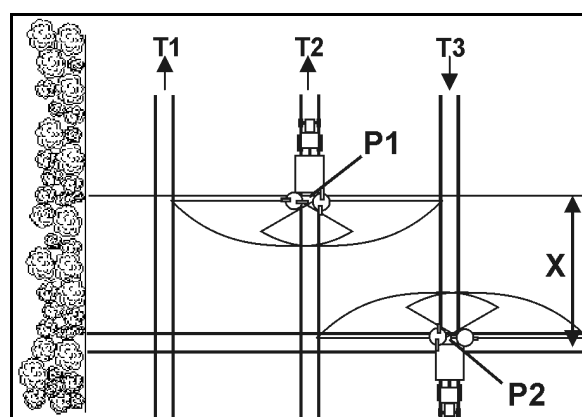

Рис. 71
- Откройте запорную заслонку при въезде на технологическую колею в точке Р1 (Рис. 71), если распределяющий диск при прохождении участка Х технологической колеи разворотной полосы был удалён.
- Закройте заслонку перед выездом с технологической колеи в точке Р2 (Рис. 71), если распределяющие диски находятся на уровне первой технологической колеи разворотной полосы.